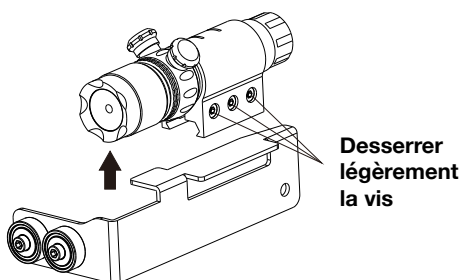

Fig. 8
1. Desserrer légèrement les vis comme indiqué à la Fig. 8 pour détacher et repositionner le laser sur le support de montage du laser.